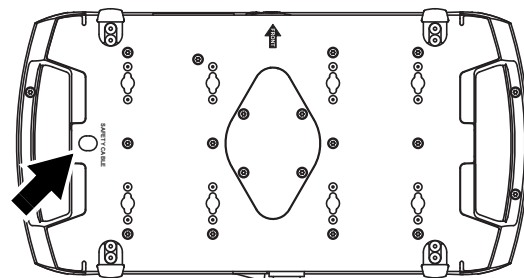

Figure 6: Fixation de l'élingue de sécurité
4. Interdisez l'accès sous la zone de travail. Voir Figure 6. Notez l'orientation de la flèche FRONT sur la base de l'appareil. En travaillant depuis une plateforme stable, accrochez le projecteur sur la structure, la flèche **FRONT** du socle vers la zone à éclairer. Serrez les crochets.
5. Voir Figure 6. Installez une élingue de sécurité homologuée pour le poids de l'appareil. Bouclez-la dans le point de fixation (indiqué par une flèche) sur la base de l'appareil et autour du point d'accroche secondaire. Si l'accroche primaire cède, c'est l'élingue de sécurité qui retiendra le projecteur.